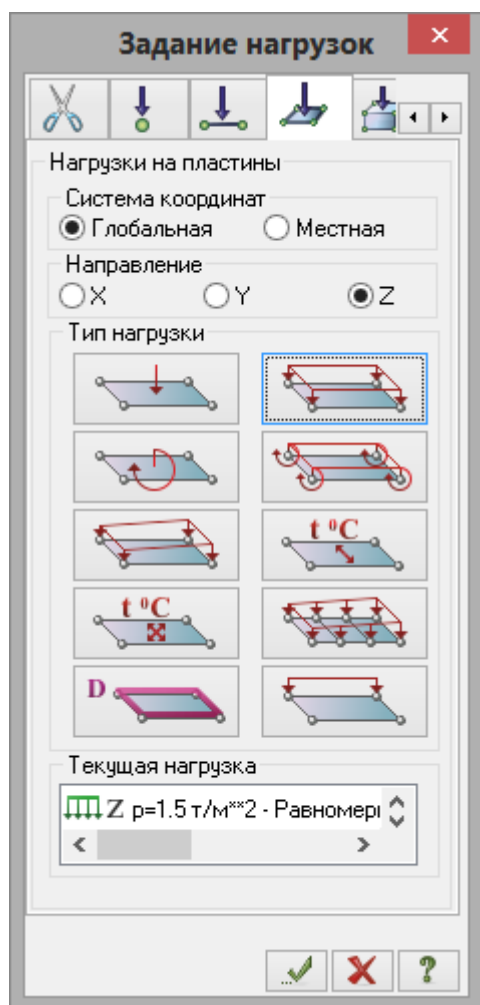

Рис.4.21. Диалоговое окно **Задание нагрузок**
- Вызовите диалоговое окно **Задание нагрузок** на закладке **Нагрузки на пластины** (рис.4.21) выбрав команду  – **Нагрузка на пластины** в раскрывающемся списке **Нагрузки на узлы и элементы** (панель **Нагрузки** на вкладке **Создание и редактирование**).